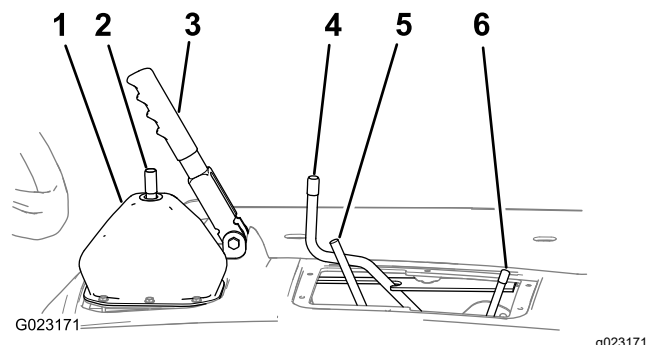

Figura 11
1. Cuplai frâna de parcare (Figura 11).
2. Deplasați tija diferențialului autoblocant în față și spre dreapta pentru a o bloca în poziția cuplată (Figura 11).